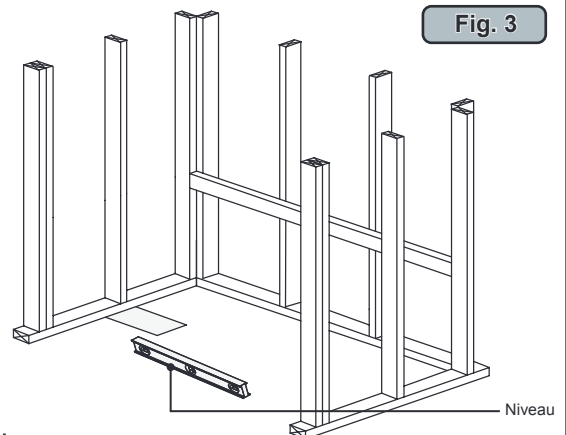

Fig. 3
- ① Assurez-vous encadrés dans une alcôve est de taille appropriée pour dimensions Jacuzzi, carrés, et d'aplomb; étage vérifier elle est de niveau (Figure 3). Rough-in doit être maintenue à un minimum jusqu'à ce que l'appareil est sur le chantier. Les mesures peuvent varier 0 ou - 3/8 " de l'original spécifications.
- ② Un dégagement suffisant doit être prévu pour l'accès au service de connexions (pompe / moteur, les contrôles, plomberie chauffage et de branchements électriques).